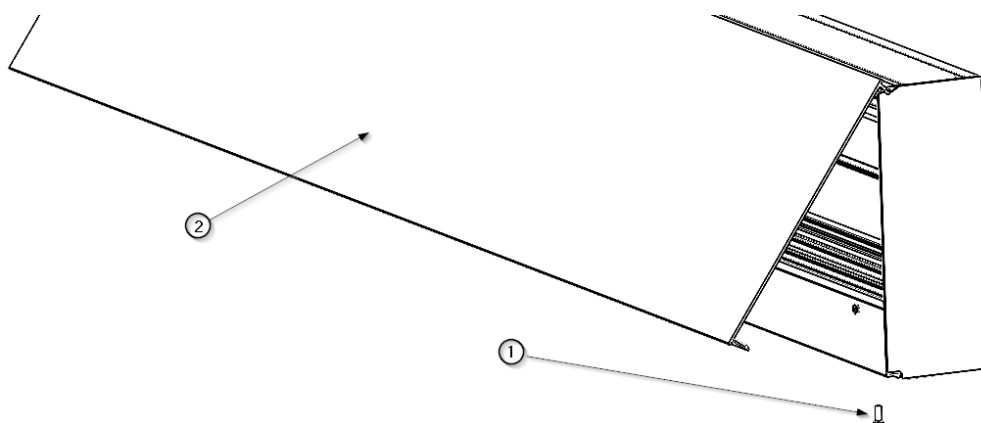

Fig.2 Démontage de la façade à charnières
- Retirer la vis ① pour pouvoir enlever le couvercle avant à charnière ② comme indiqué dans la figure 2.